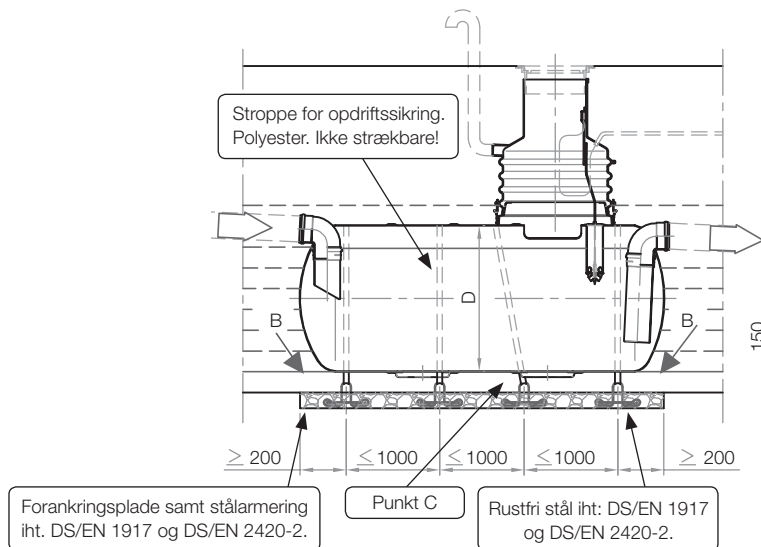

Fig. 4.
5. Når udskilleren installeres i områder med højgrundsvandspejl (sekundært og normalt) anvendes forankringsplade som vist i Fig. 4 og 5. Afstanden mellem forankringspladen og udskilleren skal min. være 20 cm som vist i punkt C.